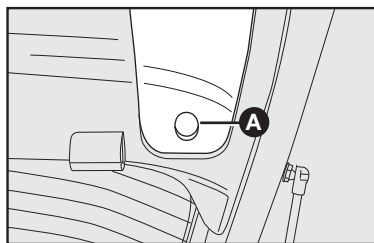

fig. 51
1) Utilizando uma chave philips, retirar a tampa **A-fig. 51** na parte interna da tampa do porta-malas.